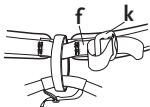
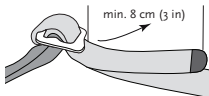

Figure 2
Figure 3
2. Buckle the waistbelt (f) snugly around your waist, doubling the webbing through the buckle (k) exactly as shown in Figure 2 and Figure 3. Failure to thread the buckle correctly can result in severe injury or death. Thread the loose end of the webbing through the belt loops (g) to hold it out of your way.
5. At least 8 cm (3 in) of webbing tail must extend from the waistbelt buckle and both leg loop buckles (if included) after they've been threaded correctly (see Figure 3).
2. Bouclez fermement la ceinture (f) autour de votre taille, en repassant la sangle dans la boucle (k) exactement comme indiqué Figures 2 et 3. Le fait de ne pas passer la boucle correctement peut être à l’origine de blessures graves ou de mort. Glissez l’extrémité de la sangle dans les passants (g) de la ceinture pour l’empêcher de pendre et de vous gêner.
5. Un bout de sangle d’au moins 8 cm doit dépasser de la boucle de ceinture et des deux boucles de tours de cuisses (si incluses) une fois les réglages correctement effectués (voir Figure 3).